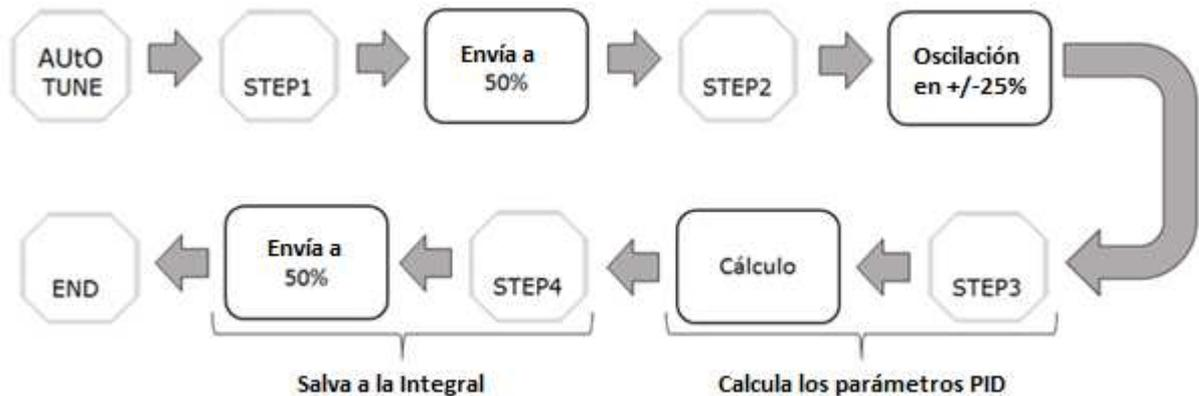

Figura 3.12 – Diagrama de pasos de la sintonía del control PID.
- **Auto Sintonía del Control PID (*Auto Tuning*):** se realiza el procedimiento automático de sintonización del control PID, calculando los valores optimizados de los parámetros Proporcional (Kp), Integral (Tr) y Derivado (Td) a través de una FFT (*Fast Fourier Transform*) de los datos recogidos en repetidas oscilaciones del sistema (de acuerdo con la presión de alimentación aplicada). La figura 3.12 indica los pasos de este procedimiento.